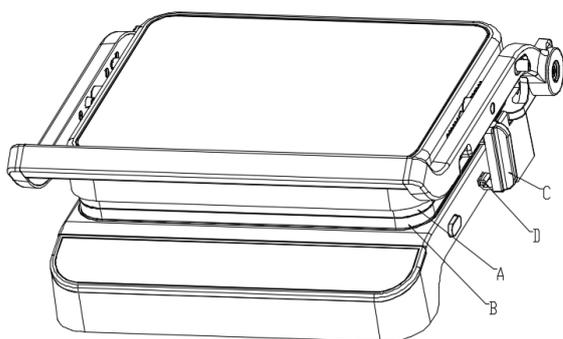

Рис. 2
- **закрытое и заблокированное** - при котором пластины плотно примыкают друг к другу, как показано на рис. 2. Такое состояние используется для хранения или переноски прибора;
- чтобы заблокировать гриль, необходимо повернуть правое плечо фиксатора «С» по часовой стрелке, чтобы перевести его из горизонтального положения в вертикальное до упора, как показано на рис. 2. В результате верхняя и нижняя части гриля станут заблокированы и не смогут самопроизвольно открыться без проведения разблокировки. Разблокировка гриля производится в обратном порядке.